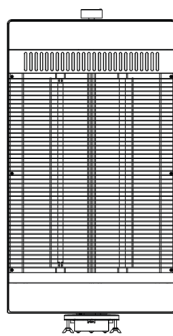

ABB. 1
1. Der Ofenkörper ist aus dem Gehäuse und dem Kunststoffbeutel zu entfernen (Abbildung 1).